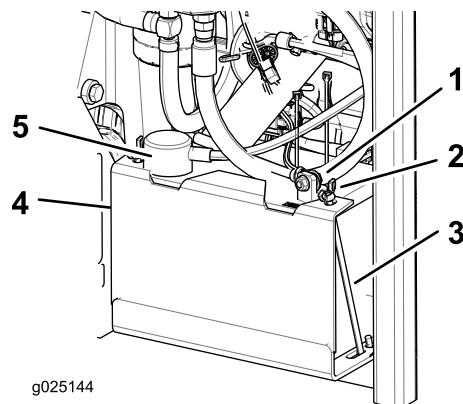

Figure 43
3. Débranchez le câble négatif (noir) de la batterie de la borne négative (-) de la batterie (Figure 43).
4. Enlevez le capuchon rouge de la borne positive (rouge) de la batterie et débranchez le câble positif (+) (Figure 43).
5. Retirez les écrous à oreilles qui fixent les crochets en J (Figure 43).
6. Déposez le dispositif de maintien (Figure 43).
1. Placez la batterie dans son support en tournant les bornes à l'opposé du réservoir hydraulique (Figure 43).
4. Fixez les câbles avec 2 boulons, 2 rondelles et 2 contre-écrous (Figure 43).
6. Reposez le dispositif de maintien et fixez-le avec les écrous à oreilles et les crochets en J (Figure 43).